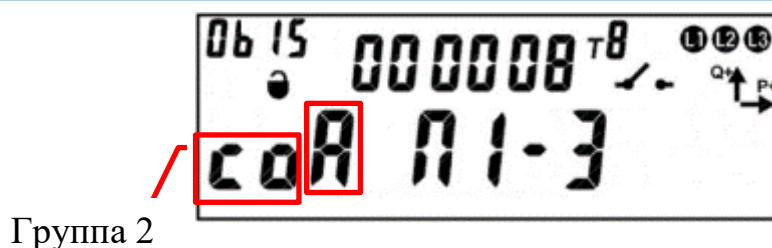

Рисунок 170 – Окно текущего состояния пломбы.
6.14.21 Для пломбирования крышек корпуса и зажимов счетчика кнопкой, необходимо перейти в окно текущего состояния электронной пломбы52 (см. рисунок 170). Убедится, что «Отложенное пломбирование» разрешено: в группе 2 ЖКИ отображен символ **A**. Убедится, что пломбируемые крышки закрыты: в группе 2 – на ЖКИ отображен символ **so** для каждой пломбы.